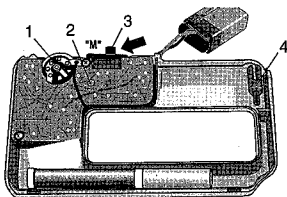

Fig. 3
2. Wahlschalter 3 (Fig. 3) in Stellung „M“ schalten.
3. Stellrad (1) ganz gegen Anschlag drehen und dann wieder 1/2 Stellweg zurück.
4. Mit einem kleinen Schraubendreher (4, im Gehäuse enthalten) den Poti (2) so einstellen, daß die Anzeige gerade angeht.
5. Zur Kontrolle Stellrad (1) minimal zurückdrehen. Die LED muß jetzt erlöschen.